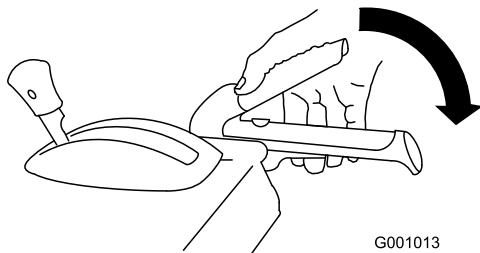

Figure 31
1. Pour engager la fraise à neige/turbine, serrez le levier droit (fraise à neige/turbine) contre la poignée (Figure 31).